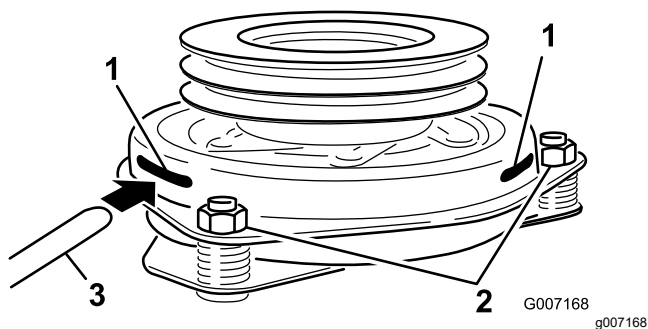

Figura 78
9. Insira um apalpa-folgas de 0,381 a 0,533 mm através de uma ranhura de inspeção na parte lateral do conjunto (Figura 78).
10. Aperte as porcas de bloqueio até haver uma ligeira dobra no apalpa-folgas, mas desde que continue a mover-se facilmente dentro do entreferro (Figura 78).